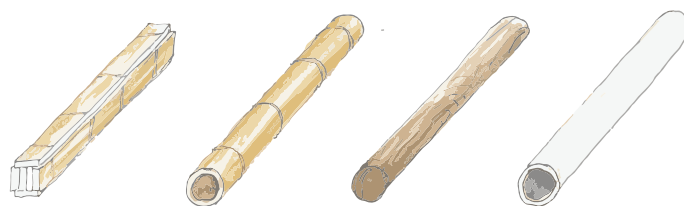

Figura 35. Elementos de unión: latas de bambú, culmo de bambú, palo de madera, tubo metálico
1. Perforar con el taladro perpendicular a las fibras, cada perforación tendrá una separación de aproximadamente 9 cm y estarán "giradas" o comunmente llamada "a tresbolillo" es decir en diferentes direcciones unas de otras como se muestra en la figura 35.